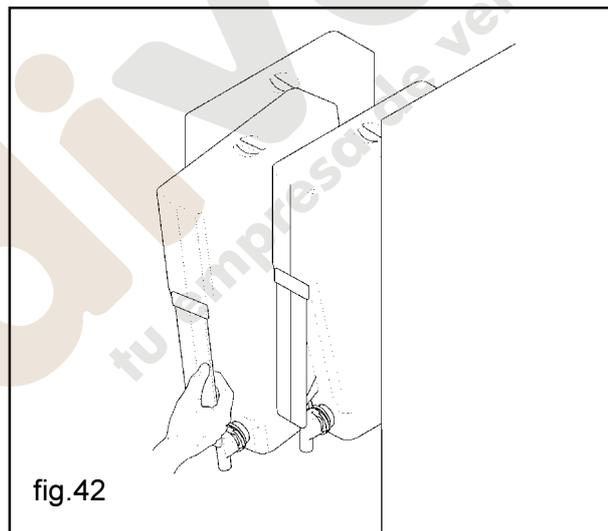

fig.42
- desmontar todos los contenedores de productos del distribuidor (fig. 42).